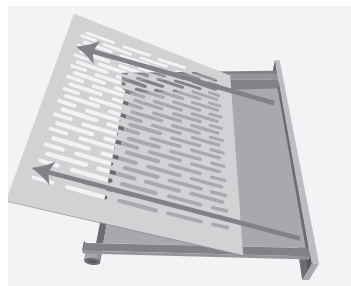

Figura 1
2. Quite la rejilla de acero de la parte superior del cajón (Ver figura 1).